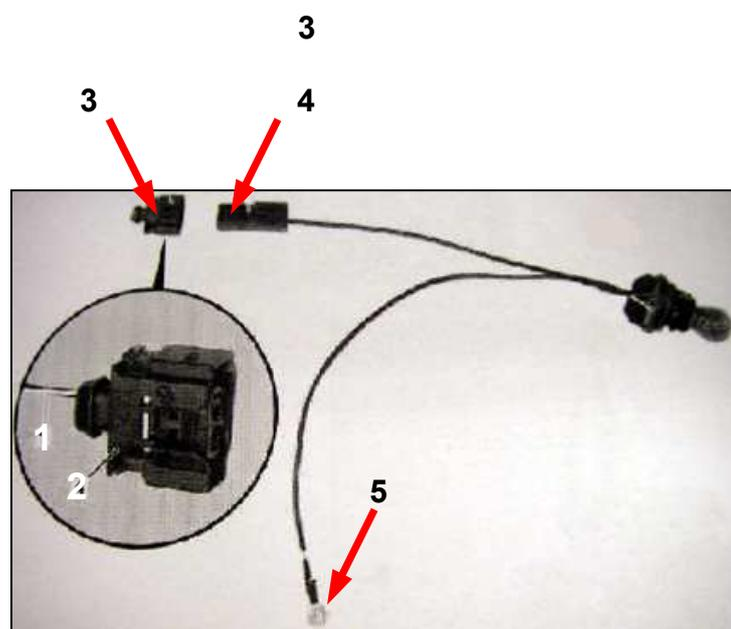

Abb. 2
- Versorgungsleitung (s. Abb. 2 Punkt 1) in das Steckergehäuse des Reparatursatzes (s. Abb. 2 Punkt 2) einrasten.
- Steckergehäuse (s. Abb. 2 Punkt 3) mit dem Stecker vom Leitungssatz (s. Abb. 2 Punkt 4) verbinden.
- Ringöse (s. Abb. 2 Punkt 5) an einem geeigneten Massepunkt anschließen.